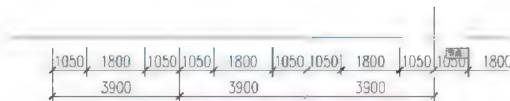

图 3.47 捕捉与轴线相对应的尺寸界线的起点
① 在指定第二条尺寸界线原点或 [放弃 (U) / 选择 (S)] 选择 : 提示下, 依次向右分别捕捉与轴线相对应的尺寸界线的起点, 如图 3.47 所示。